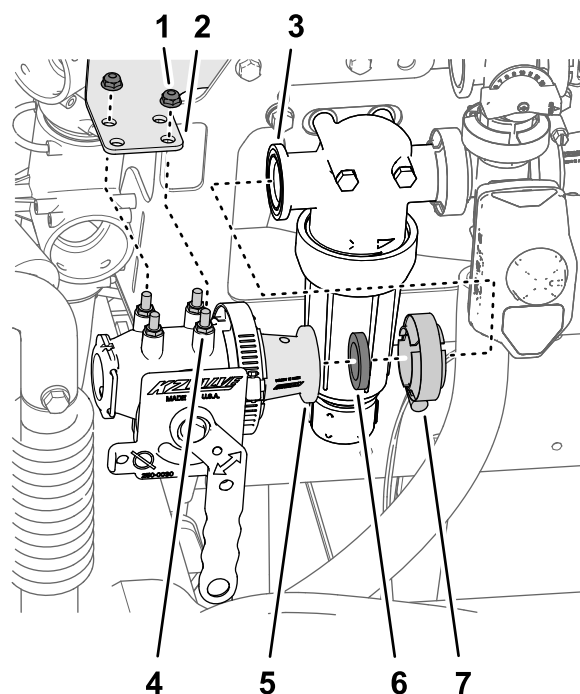

Figura 7
2. Allineate la flangia dell'adattatore del riduttore (valvola del nebulizzatore) alla flangia della testa del filtro della pressione (Figura 7) con la guarnizione che avete rimosso al passaggio 2 di Rimozione dei flessibili (pagina 4).
3. Allineate i prigionieri della testa del filtro della pressione attraverso i fori nella staffa di montaggio della valvola (Figura 7).
4. Montate la flangia dell'adattatore del riduttore alla flangia della testa del filtro della pressione (Figura 7) con il morsetto flangiato che avete rimosso al passaggio 2 di Rimozione dei flessibili (pagina 4).